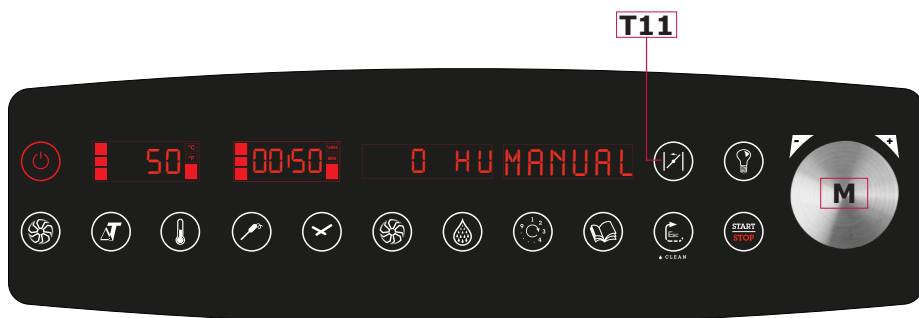

fig. 20
Para abrir la válvula de mariposa presione el pulsador **T11** (fig. 20).
SE puede controlar la abertura / cierre de la válvula mediante el estado del pulsador **T11** (fig. 20):
**Nota: el movimiento de abertura y de cierre de la válvula es señalizado por la intermitencia del pulsador T11 (fig. 20).**